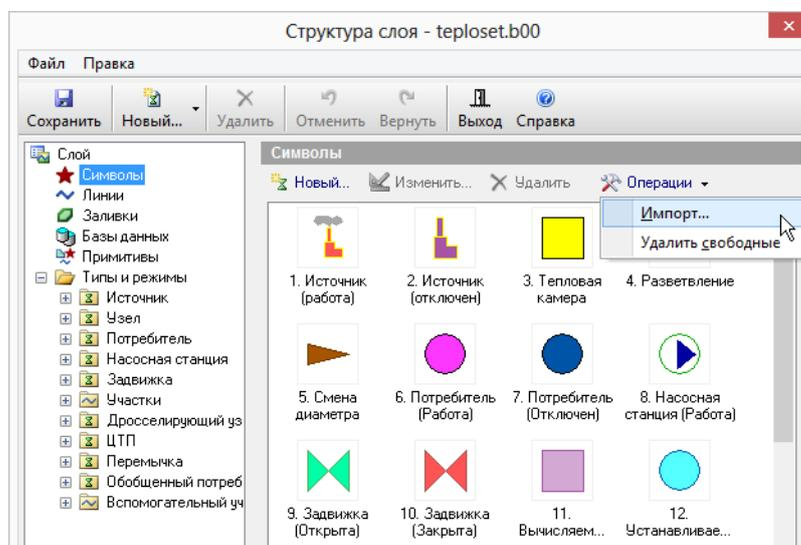

Рисунок 4.5. Импорт символов
- Нажать кнопку  **Операции** и в открывшемся списке выбрать Импорт... (Рисунок 4.5, «Импорт символов»).